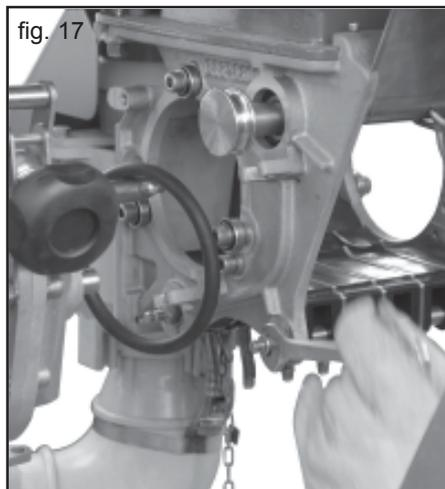

fig. 17
- 1) Zum Ausbau der Bodenklappe mit Schluessel 13mm die 4 Muttern der Achsen (vorne und hinten) (Abb. 17), soweit loesen.